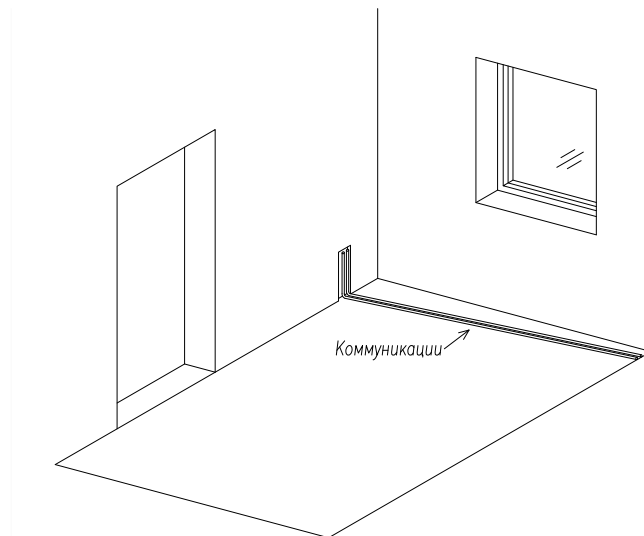

Рисунок 2. Подготовка помещения.
2. Все коммуникации, проходящие в полах, должны быть уложены до начала монтажа напольной греющей панели (рисунок 2).